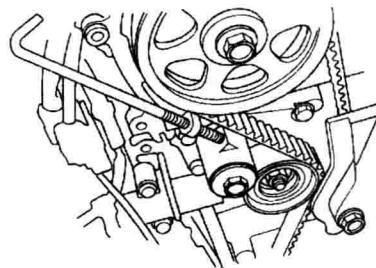

图 1-1-10 用螺栓固定正时皮带调节器
13. 按照图 1-1-10 所示，用打磨好的螺栓把正时皮带调节器固定好，并用手把螺栓拧紧。